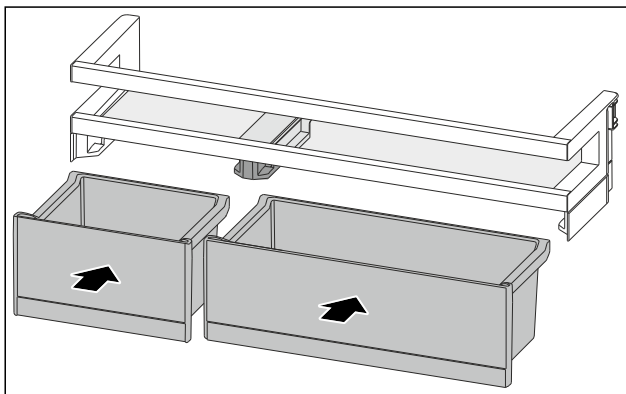

Fig. 86
- ▶ VarioBoxen in gewijzigde toewijzing plaatsen. (zie Fig. 86)